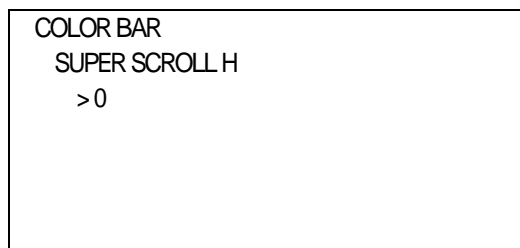

図4-6 オンスクリーンメニュー (SUPER SCROLL H例)
- 1) COLOR BARメニューで「SUPER SCROLL H」を選択し、**ENTER**ボタンを押すと図4-6のような設定メニューが表示されます。
- 1) COLOR BARメニューで「SUPER SCROLL V」を選択し、**ENTER**ボタンを押すと図4-6のような設定メニューが表示されます。